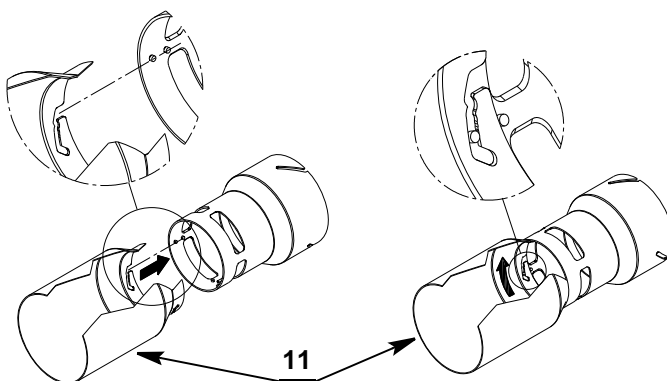

Fig. 29
- Fijar el embudo posterior 11) (Fig. 29) siguiendo las indicaciones en la figura.